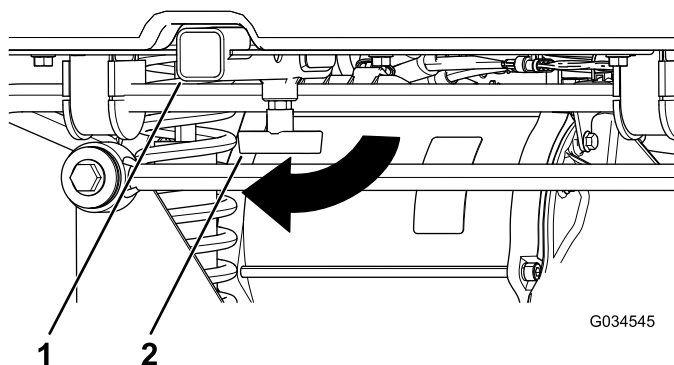

Figura 19
1. Allentate la maniglia a T ruotandola in senso orario (Figura 19).
2. Inserite l'accessorio nel ricevitore in modo che i fori siano allineati (Figura 19).